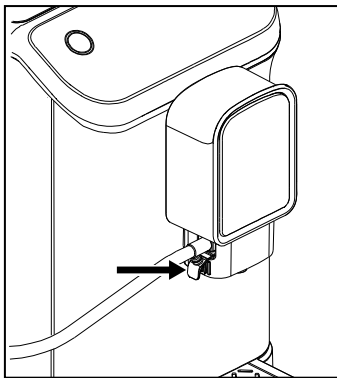

Abb. 1
- 4) Stecken Sie das eine Ende des Milchschauchs in die Öffnung am Deckel des Milchtanks **13** und führen Sie das andere Ende in die Öffnung des Kaffeeauslasses **16** ein. Öffnen Sie hierzu den kleinen Stopper, der sich an der linken Seite des Kaffeeauslasses **16** befindet (s. Abb. 1).